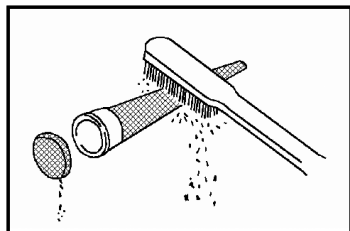

Fig. 34 – Limpieza anti-llamas
- d. Instale el anti-llamas nuevamente. Alinee el orificio del anti-llamas 7 con el orificio 8 del tubo de escape, como se muestra en la Fig.34.